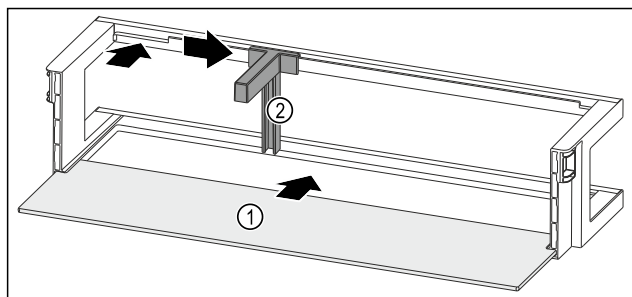

Fig. 101 Deurrek met draagplateau
- Draagplateau Fig. 101 (1) in de zijdelingse inkepingen schuiven.
- Flessenhouder Fig. 101 (2) in de uitsparing plaatsen.
- Flessenhouder Fig. 101 (2) in de gewenste positie opzij schuiven.